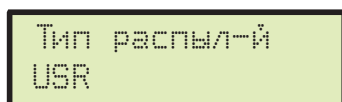

Рис. 62
- Прежде всего выберите **Тип распыл-ля** (ISO или USR Рис. 62).